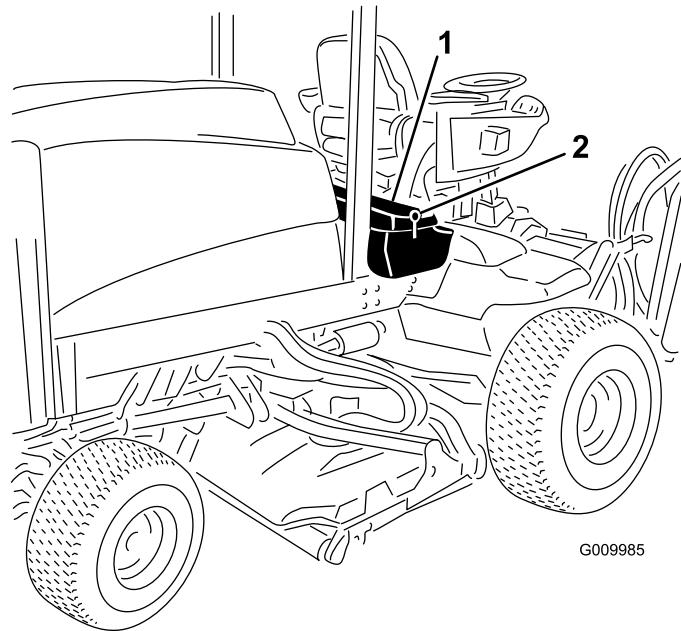
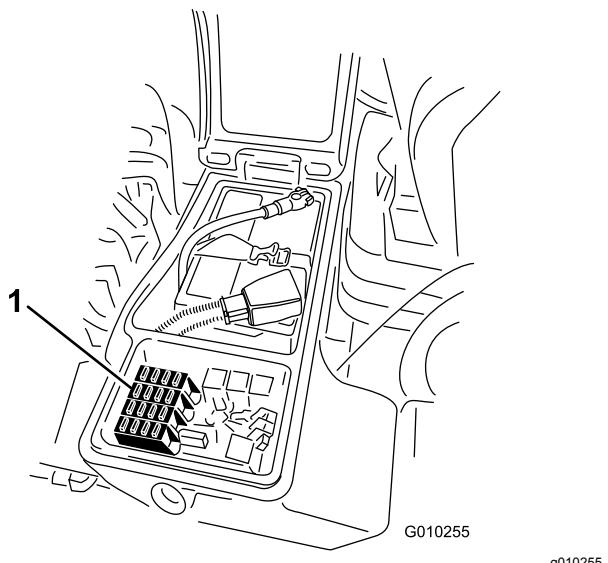

Figura 77
Figura 78
1. Afloje el enganche de la cubierta de la caja de almacenamiento derecha y eleve la cubierta (Figura 77) para exponer el bloque de fusibles (Figura 78).
2. Sustituya el fusible o los fusibles abiertos tal y como sea necesario (Figura 78).
3. Cierre la cubierta de la caja de almacenamiento derecha y fíjela con el enganche (Figura 77).